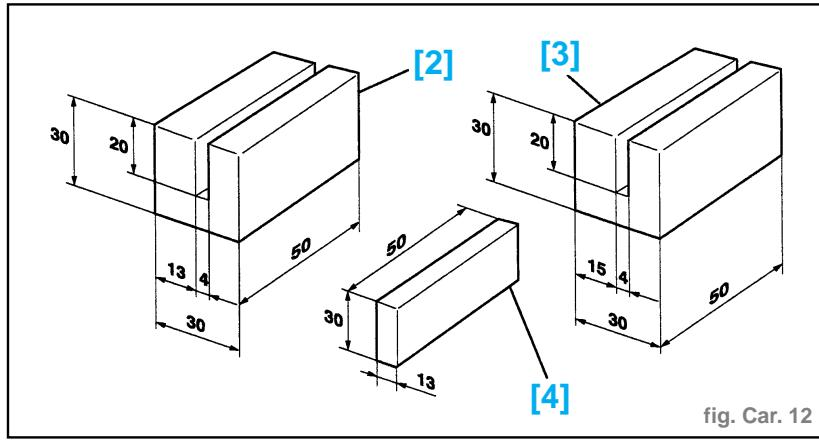

fig. Car. 12
- Effectuer 2 cales [2], [3] et [4] suivant croquis (fig. Car. 12).